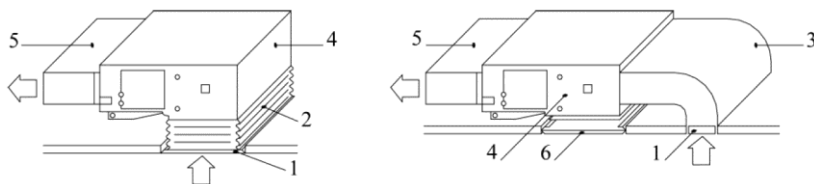

Рис. 12
- е. Способ установки должен быть выбран с учетом условий строительства, технического обслуживания и т. д. (см. рис. 12).